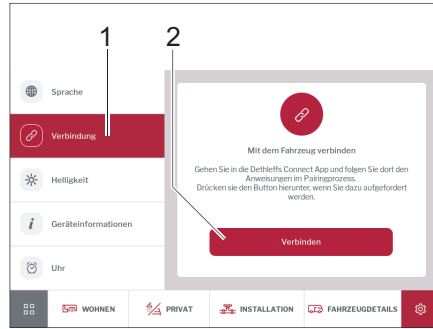

Bild 279 Verbindung über System Control Display
- Auf Schaltfläche *Verbindung* (Bild 279,1) tippen.
- Auf Schaltfläche *Verbinden* (Bild 279,1) tippen.